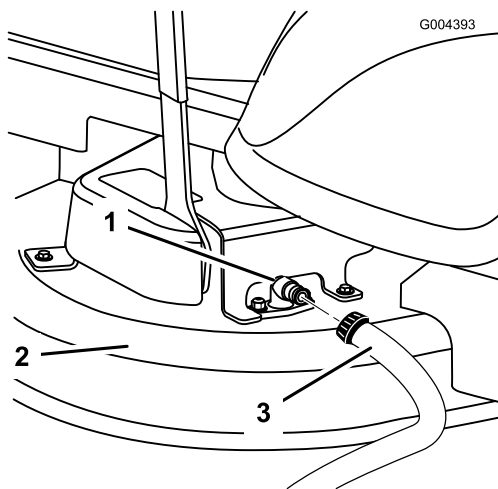

Figura 61
3. Conecte una manguera al conector de lavado del cortacésped, y abra el grifo al máximo (Figura 61).